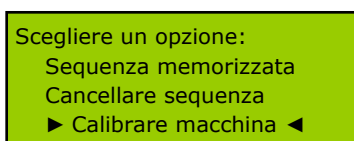

Figura 8.
- “*Calibrare macchina*” permette aggiustare la precisione del giro del sistema. Per selezionarla, situare il cursore vicino a questa posizione come indicato nella Figura 8 e spingere [ENTER].